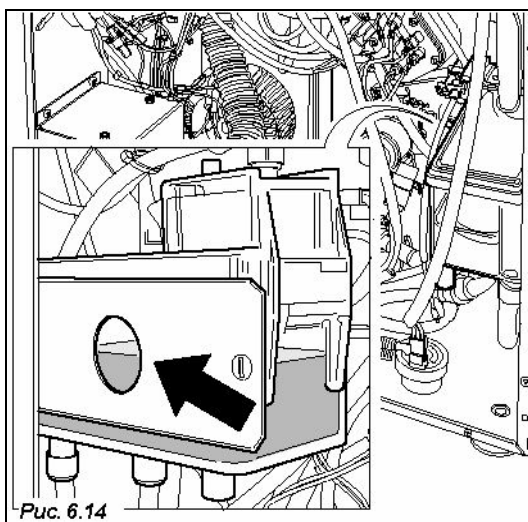

Рис. 6.14
- После заполнения резервуара водой до уровня смотрового окна (рис. 6.14), начнется наполнение стойки со стаканчиками, а секция подачи кофе начнет функционировать в пробном режиме.